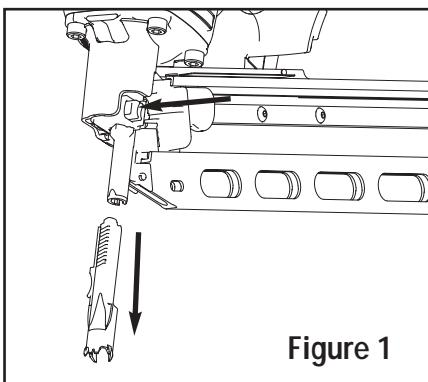

Figure 1
- Enfoncez le bouton de verrouillage (voir Figure 1).